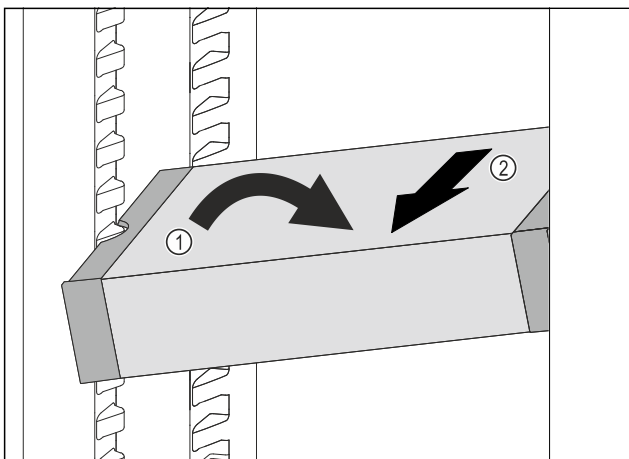

Fig. 108
- ▶ VarioSafe im Kühlteil schräg stellen. Fig. 108 (1)
- ▶ VarioSafe nach vorne entnehmen. Fig. 108 (2)